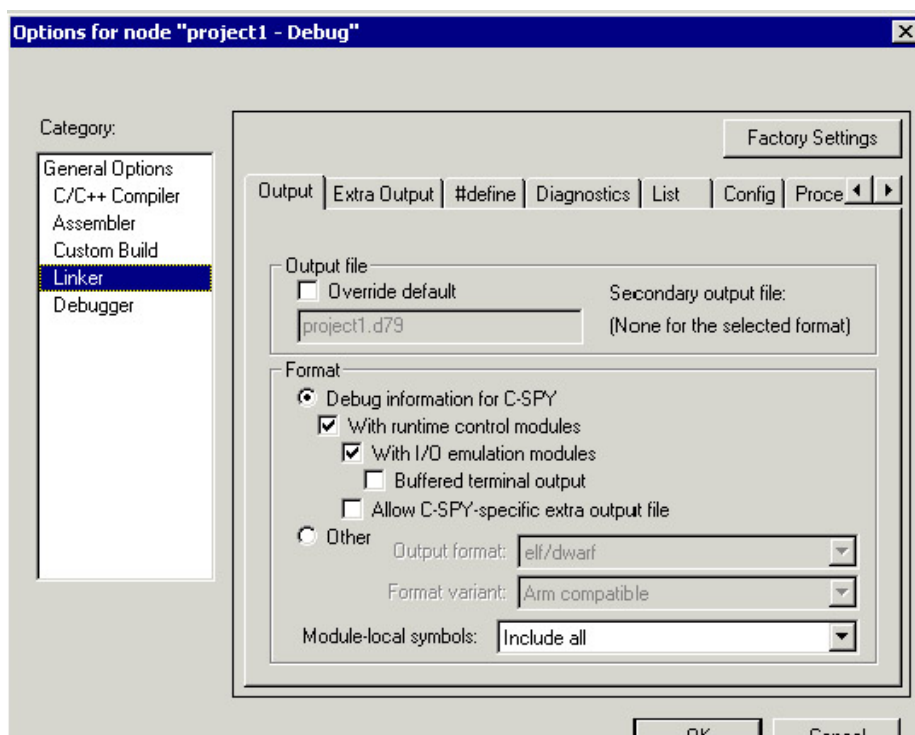
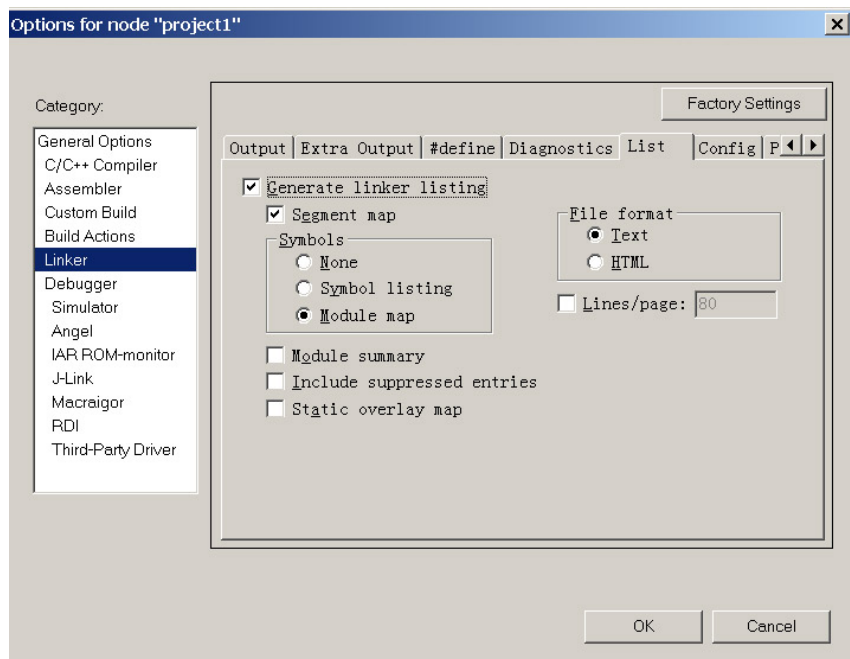

图 9. XLINK 参数选件窗口
图 10. XLINK 选项中的 list 页面
- ③ 选中 Workspace 窗口中的 *Utilities.c*，按鼠标右键选择弹出框中的 Options…。从弹出的对话框左边的 Category 中选择 C/C++ Compiler 并确定 Override inherited settings。打开 Optimization 页面，把优化级别从 None 改定为 High。然后按 OK 按钮。
- ④ 重新编译 *Utilities.c*，请注意这时编辑窗口中的 *Utilities.lst* 文件已经自动被刷新。文件尾显示的代码大小已经因优化级别的升高而减小。
- ⑤ 对本例而言，Optimization 应选择 None。所以在连接处理前应该将优化级别恢复到原来的设置。这时应选中 *Utilities.c*，按鼠标右键选择弹出框中的 Options…。选择 C/C++ Compiler 并取消 Override inherited settings。然后重新编译 *Utilities.c*。
- ① 先选中 Workspace 窗口中的 Project1 – Debug，然后选择主菜单 Project > Options，弹出 Options 对话框，见图 9。在左边的 Category 中选择 Linker，显示 IAR XLINK 的各选项页面。
在 **list** 页面中选择 **Generate Linker listing** 和 **Segment map**（见图 10）。允许生成存储器分配 **MAP** 文件。
本例使用缺省的连接器命令文件，请见图 9 或图 10 中的 **Config** 页面。